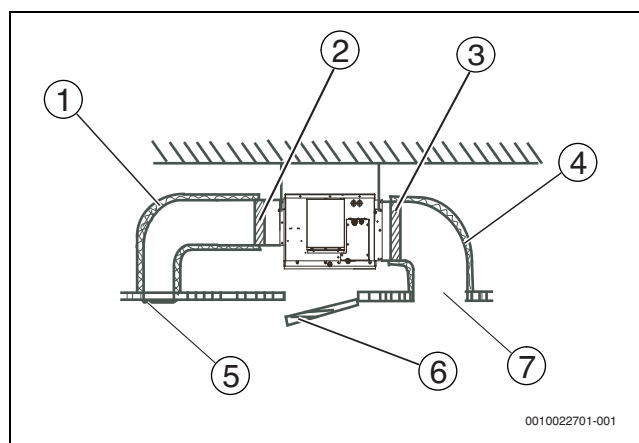

Рис. 21
6. Подсоедините воздуховод, как показано на рис. 21.